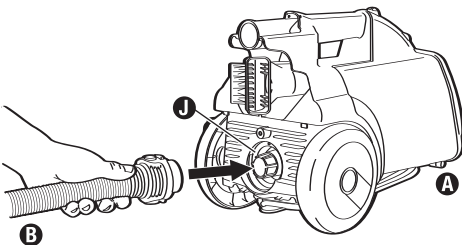

FIG. 9
- Step 2:** Detach hose **B** from front of canister **A** and attach to the blower port **J** on the back side of the canister (Fig. 9).
Étape 2 : Détachez le tuyau **B** de l'avant du traîneau **A** et fixez-le à l'orifice de roulement **J** à l'arrière du traîneau (Fig. 9).
Paso 2: Desconecte la manguera **B** del frente del recipiente **A** y conéctela a la abertura del ventilador **J** de la parte posterior del mismo (Fig. 9).